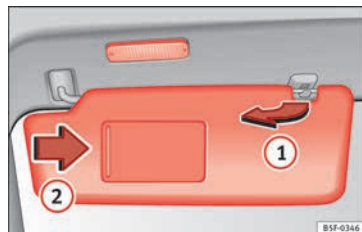

Fig. 143 Parasol.
- El parasol puede extraerse de la fijación y girarse hacia la puerta » **fig. 143 ①**.
En el parasol plegado hay un espejo de cortesía, cubierto por una tapa. Al correr la tapa » **fig. 143 ②** se enciende una luz.